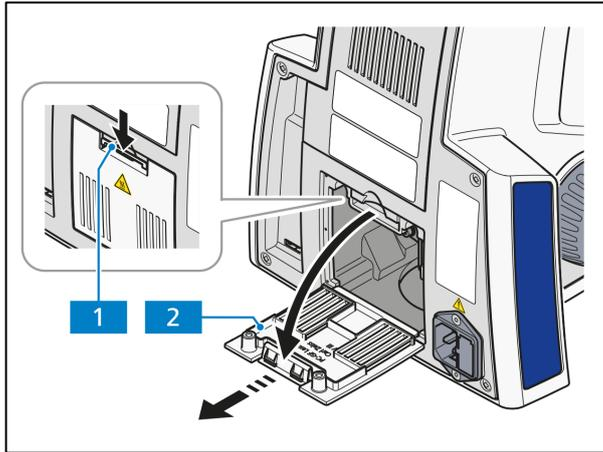

Abb. 3-15 Abdeckung abnehmen
- Klemmlasche (Abb. 3-15/1) der Abdeckung (Abb. 3-15/2) nach unten drücken. Abdeckung nach unten kippen, aus den Haltenuten des Stativs herausnehmen und ablegen.
- Unteren Rand der Abdeckung (Abb. 3-15/2) in die Haltenuten des Stativs einführen und nach oben kippen, bis die Klemmlasche (Abb. 3-15/1) einrastet.